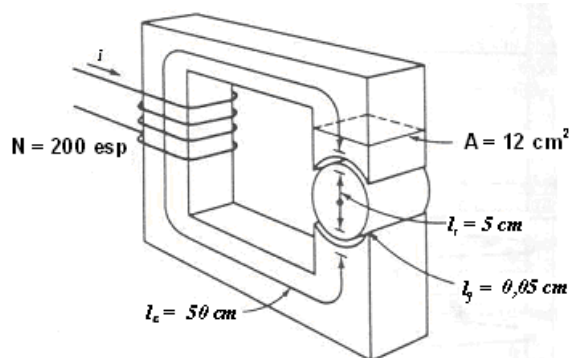

Fig. 4
3.-La Fig. 4 muestra un rotor y un estator simplificados para un motor de corriente continua. La longitud del trayecto medio del estator es de 50 cm y el área de su sección transversal es de 12 cm². La longitud del trayecto medio del rotor es de 5 cm y el área de su sección transversal puede también suponerse de 12 cm². Cada *entrehierro* de aire entre el rotor y el estator es de 0,05 cm de ancho y el área de la sección transversal de cada *entrehierro* de aire (incluyendo el efecto de borde) es de 14 cm². El hierro del núcleo tiene una permeabilidad relativa de 2000 y tiene 200 espiras de alambre en el núcleo. Si la corriente en el alambre se gradúa en 1 A, ¿cuál sería la densidad de flujo resultante en los *entrehierros* de aire?